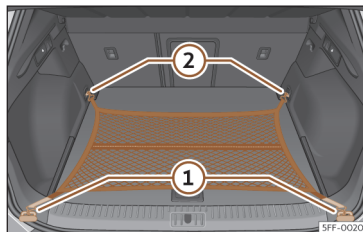

Fig. 192 Na bagageira: saco de rede fixado rente ao piso.
- Fixe os ganchos da rede nas argolas de fixação >>> **Fig. 192 ① e ② >>> ⚠.** O fecho de correr do saco deve ficar voltado para cima.